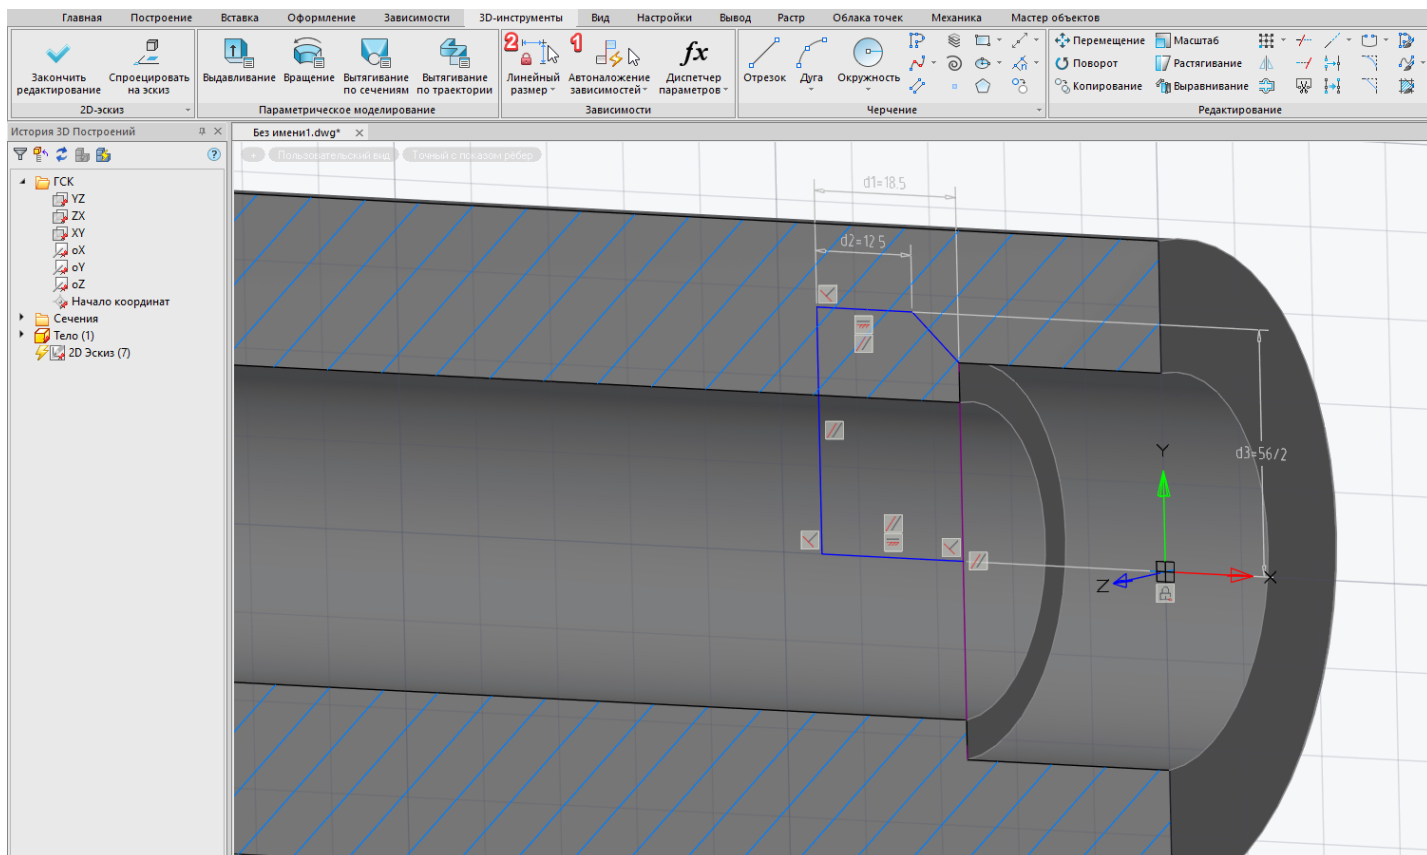

Рис. 16. Эскиз с параметрическими ограничениями
- 5.4. По завершении построения примените команду *Автоналожение зависимостей* и проставьте размеры, используя команду *Линейный размер* (рис. 16).